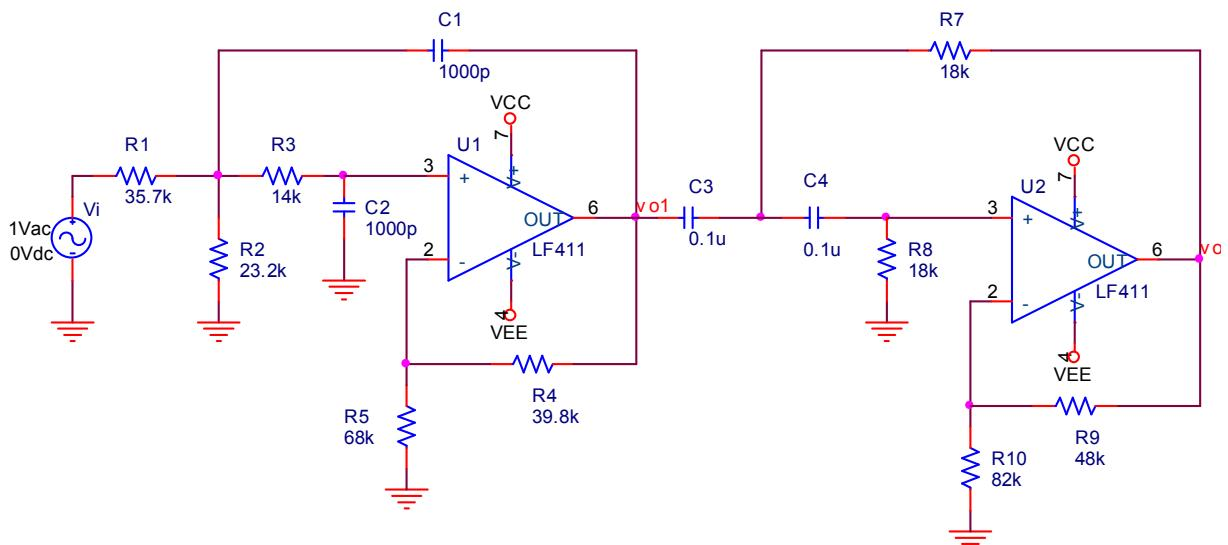

图 8.2.6 二阶有源带通滤波器
***8.2.6 二阶有源带通滤波器如图 8.2.6。求带宽 BW 及电路的幅频特性曲线。